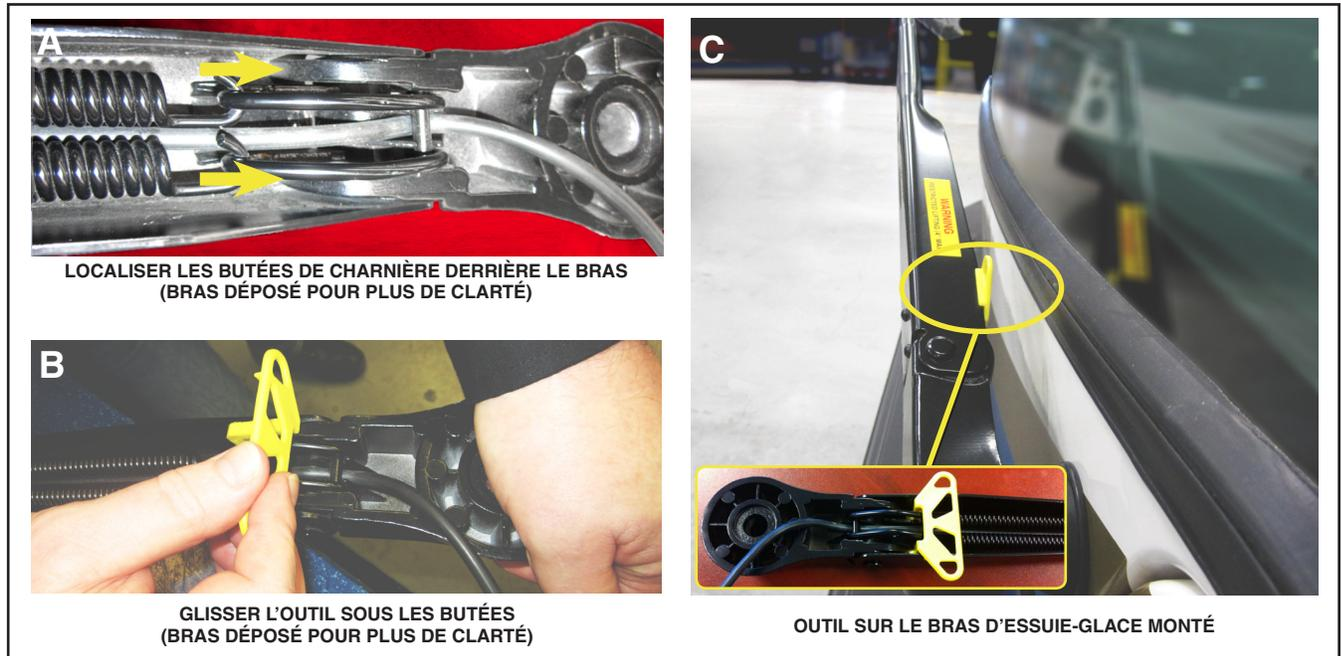

Figure 4 - Pose de l'outil d'installation avant dépose du bras
4. Soulever la partie mobile du bras et glisser les pattes de l'outil d'installation des bras sous les butées de la charnière, derrière le bras. Cette étape permet de maintenir la partie mobile du bras parallèle à la charnière. Voir Figure 4.